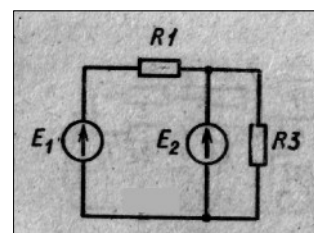

Рис. 4
4. На рис. 4 представлена схема электрической цепи с источником, имеющим $U = 50$ В, нагруженным на потребитель, состоящий из резисторов $R_1 = 80$ Ом, $R_2 = 300$ Ом, $R_3 = 700$ Ом, $R_4 = 110$ Ом.
5. Для электрической цепи, представленной на рис. 4, определить значения сопротивлений R_1 и R_3 , ток через резистор R_3 , внутреннее сопротивление второго источника и составить баланс мощностей, если внутреннее сопротивление первого источника 1 Ом , токи $I_1 = 2 \text{ А}$, $I_2 = 1 \text{ А}$, ЭДС источников $E_1 = 18 \text{ В}$, $E_2 = 10 \text{ В}$, мощность на первом резисторе $P_1 = 12,5 \text{ Вт}$.